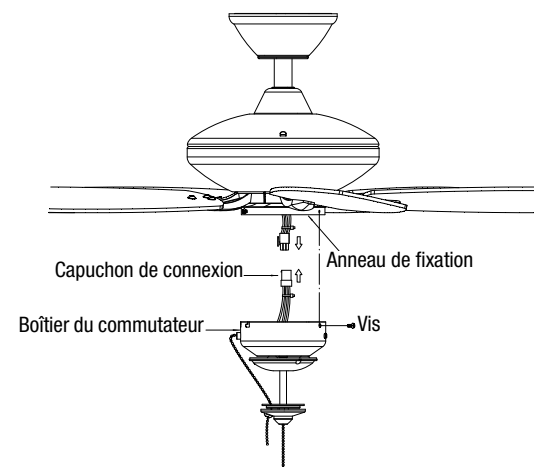

Fig. 15
**Étape 1.** Tout en tenant le boîtier du commutateur sous votre ventilateur de plafond, poussez les connecteurs de fils carrés ensemble. Un pour le ventilateur et un pour le boîtier du commutateur. (Fig. 15)
**Étape 2.** Poussez soigneusement tous les fils dans le boîtier du commutateur. Fixez le boîtier du commutateur sur l'anneau de fixation avec les vis fournies. Veillez à ce que chaque vis soit bien serrée. (Fig. 15)